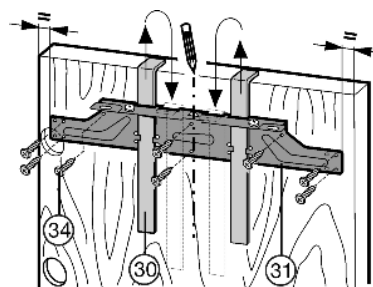

Fig. 22
- ▶ Accrocher la traverse de fixation Fig. 22 (31) sur l'intérieur de la porte du meuble à l'aide des gabarits de montage Fig. 22 (30).
- ▶ Aligner la traverse de fixation Fig. 22 (31) au centre : dessiner une ligne médiane courte sur la porte du meuble et placer dessus la pointe de flèche de la traverse.
- ▶ Visser la traverse de fixation Fig. 22 (31) en utilisant au moins 6 vis Fig. 22 (34).
- ▶ Visser la traverse de fixation Fig. 22 (31) en fixant 4 vis Fig. 22 (34) au bord.
- ▶ Tirer les gabarits de montage Fig. 22 (30) vers le haut, les tourner de 180° et les enfoncer dans les logements adjacents.